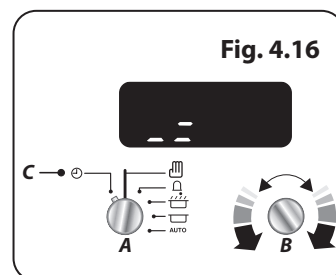

Fig. 4.16
Du justerar larmsignalen genom att frigöra **inställningsvredet (B)** och därefter vrida det motsols igen (**Fig. 4.16**). Larmsignalen ändras. Upprepa dessa steg tills du ställt in önskad larmsignal.